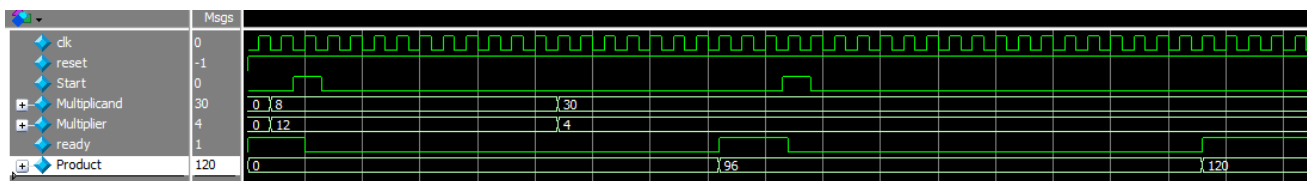

Fig. 2 Formas de onda de la simulación del multiplicador.
6. Cuando el resultado *Product* esté completo el puerto de salida *ready* debe ser activado. La siguiente Fig. 2 muestra un ejemplo de simulación de una multiplicación.